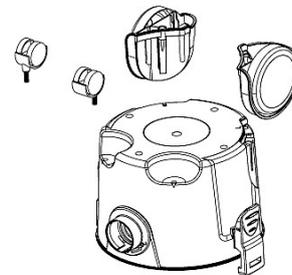

Abb. 6: Montage der Räder
Schritt 3: Stellen Sie den Behälter auf den Kopf um die Räder des Saugers zu montieren (Abb.6). Achten Sie bei der Montage auf die richtige Seite der Räder. Die Räder und der Behälter sind jeweils mit R und L markiert. Montieren Sie die Räder R jeweils auf die Markierung R und die Räder L auf die Markierung L. Befestigen Sie die Räder mit Hilfe der Schrauben.